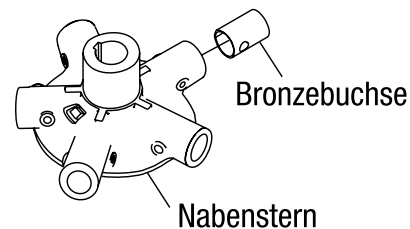

Abb. 41. Bronzebuchsen
5. Die bronzene Flügelarmbuchse (Abb. 41) untersuchen und falls nötig reinigen. Unrunde oder abgenutzte Buchsen ersetzen.